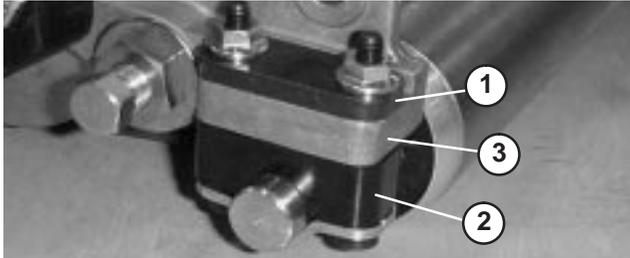

Figure 10
1. Réglez les supports du rouleau arrière (Fig. 10 et 11) à la position supérieure ou inférieure selon la gamme de hauteur de coupe voulue.
- Placez l'entretoise au-dessus de la bride de fixation de la plaque latérale (réglage d'usine) lorsque les hauteurs de coupe sont comprises entre 1,58 et 6,35 mm (Fig. 10).